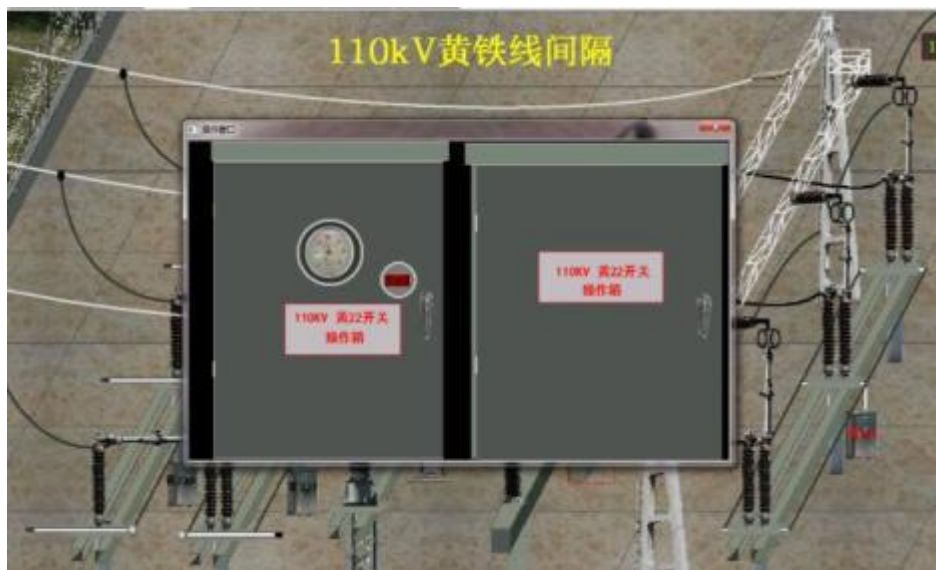

图 5-8 黄 22 开关操作箱
3) 进入某一间隔点击相应设备操作箱或者其它监控部分可进行相应操作，如图 5-8 所示为